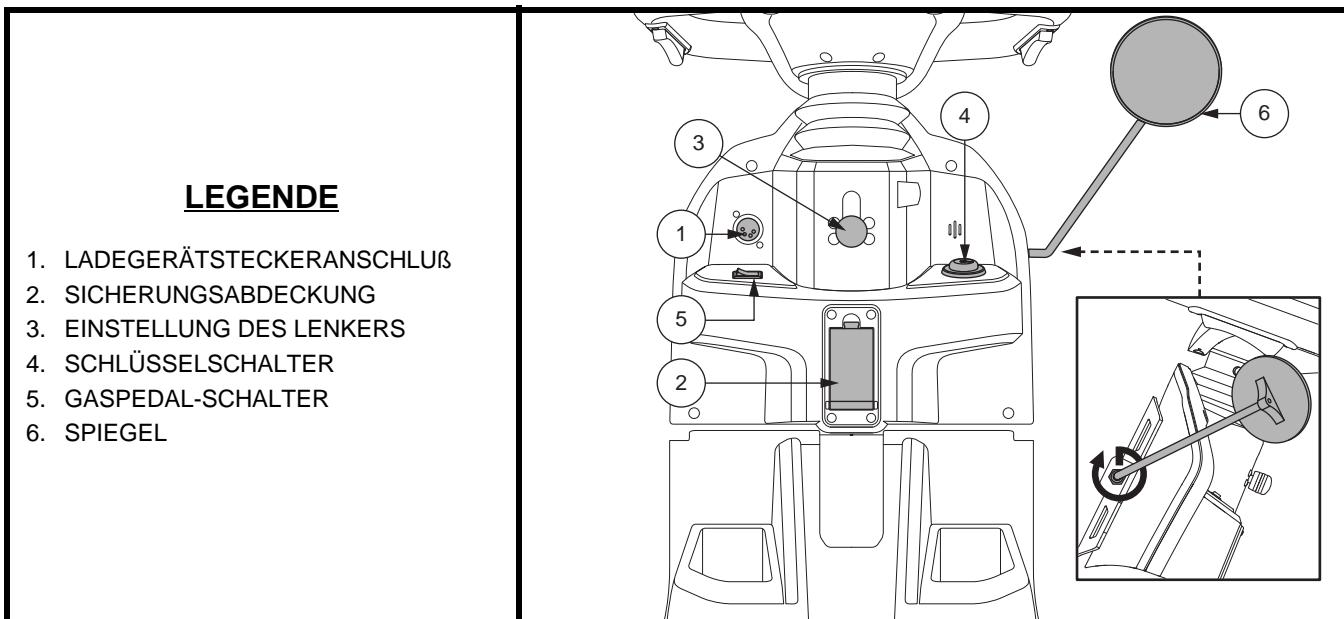

Abb. 4. Komponenten unterhalb des Lenkers
Das externe Ladegerätkabel wird in diesem Anchluss einge steckt. Die externe Anschlussbuchse befindet sich am Lenker. Siehe Abb. 4.
- Um Ihr Personal Elektromobil einzuschalten, den Schlüssel in den Schlüsselschalter ganz einstecken und im Uhrzeigersinn drehen. Siehe Abb. 4.
Dieser Schalter legt fest, welcher Gaspedal-Hebel (links oder rechts) funktioniert. Siehe Abb. 4.